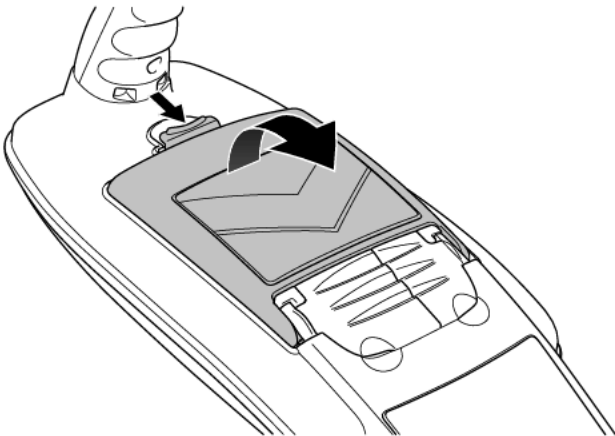

Abbildung 4.1 Öffnen des Batteriefachs
- 1 Entriegeln Sie das Batteriefach (Abbildung 4.1)